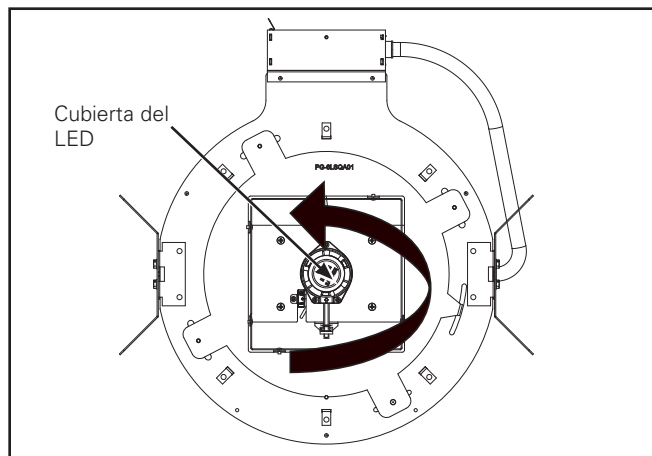

Figura 9.
3. Retire la cubierta protectora del LED (Figura 9) del alojamiento rotándola en sentido antihorario.